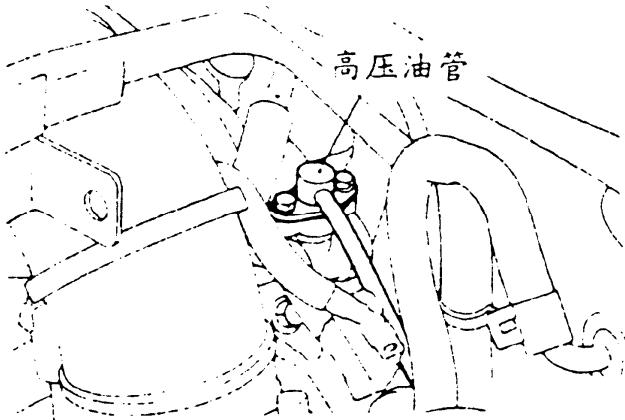

图 3-39 拆下位于分油管侧的高压油管
(1) 释放燃油管路内的残余油压，以避免燃油喷出。
(2) 如图 3-39 所示，拆下位于分油管侧的高压油管。注意用存贮盖盖住油管接头，以避免燃油飞溅。